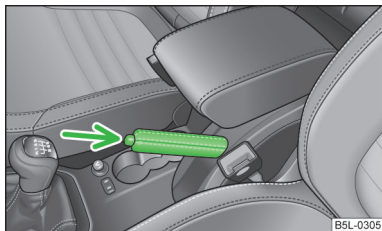

Fig. 103
► Tirare leggermente verso l'alto la leva del freno a mano e **contemporaneamente** premere il pulsante di blocco » fig. 103.